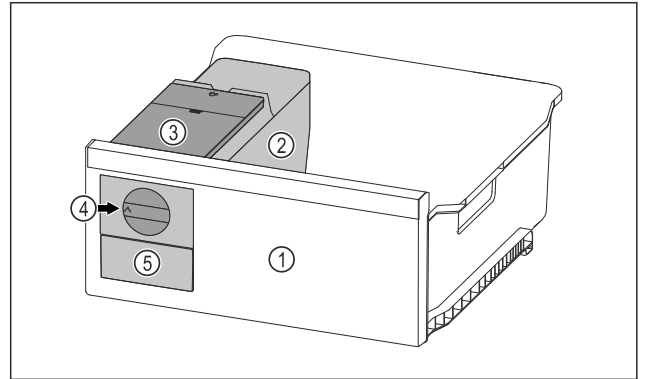

Fig. 120 Primjer izgleda
- ▶ Okrenite okretni gumb Fig. 120 (4) u smjeru kazaljki na satu do graničnika.
- ▷ Kockice leda padaju iz posude za kockice leda u ladicu za kockice leda Fig. 120 (5).